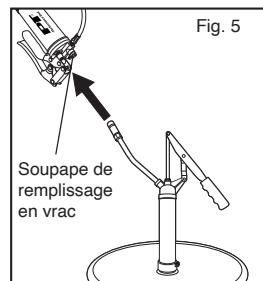

Fig. 5
1. Assurez-vous que la vanne de remplissage de chargement en vrac est compatible avec l'adaptateur de la pompe. (Fig. 5)
1. Asegurese que la válvula sea compatible con el adaptador en la bomba. (Fig. 5)